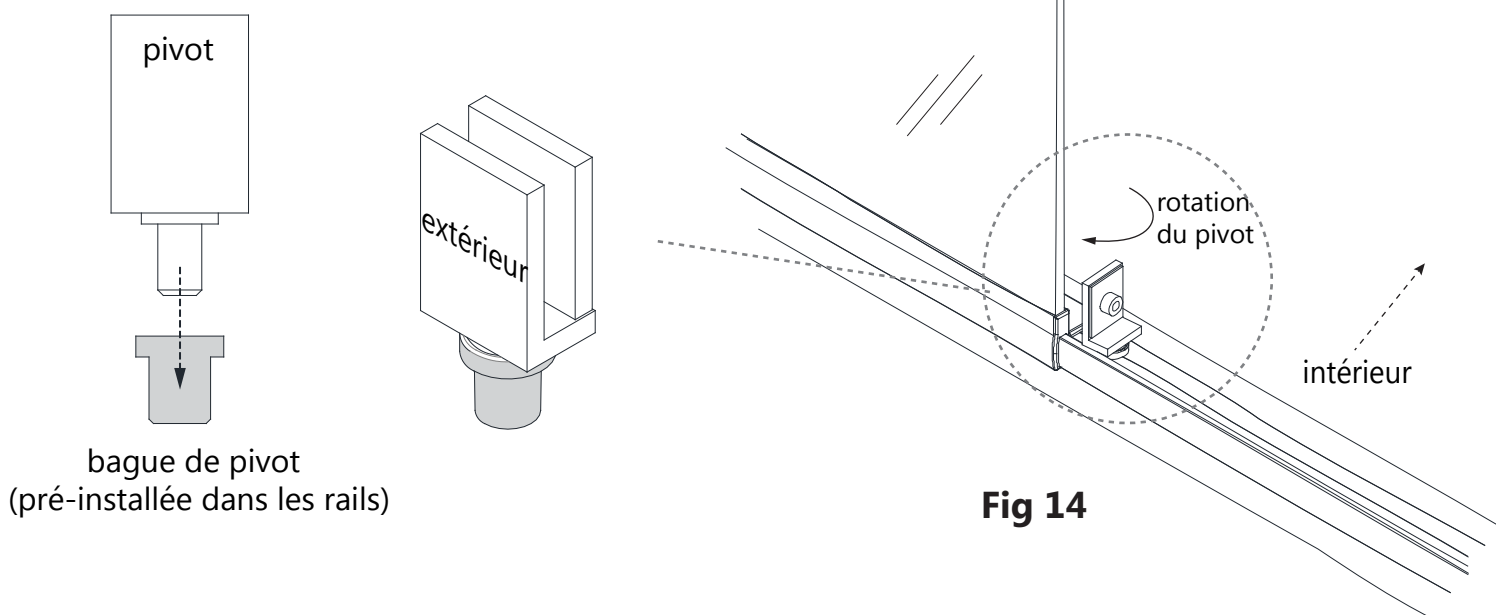

Fig 14
14. Installez la quincaillerie des **pivots du haut et du bas (N° 16)** dans les bagues des **rails pivotants (N° 15) du haut et du bas.** **Fig. 14**